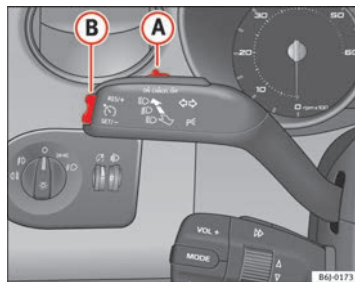

Fig. 125 Leva degli indicatori di direzione e degli abbaglianti: interruttore e tasto di comando del regolatore di velocità
- Spostare verso sinistra l'interruttore ⇒ fig. 125 (A), posizionandolo su **ON**.